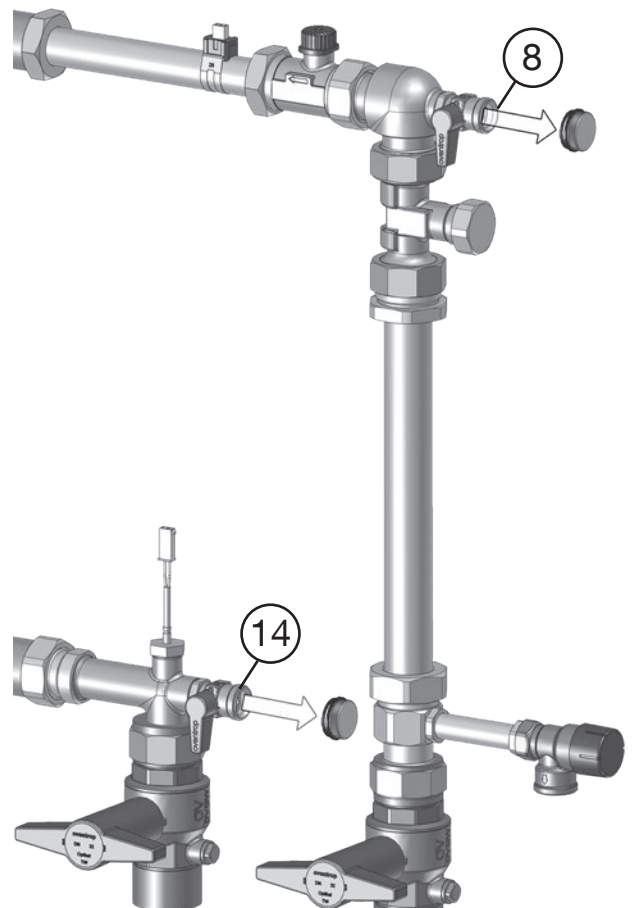
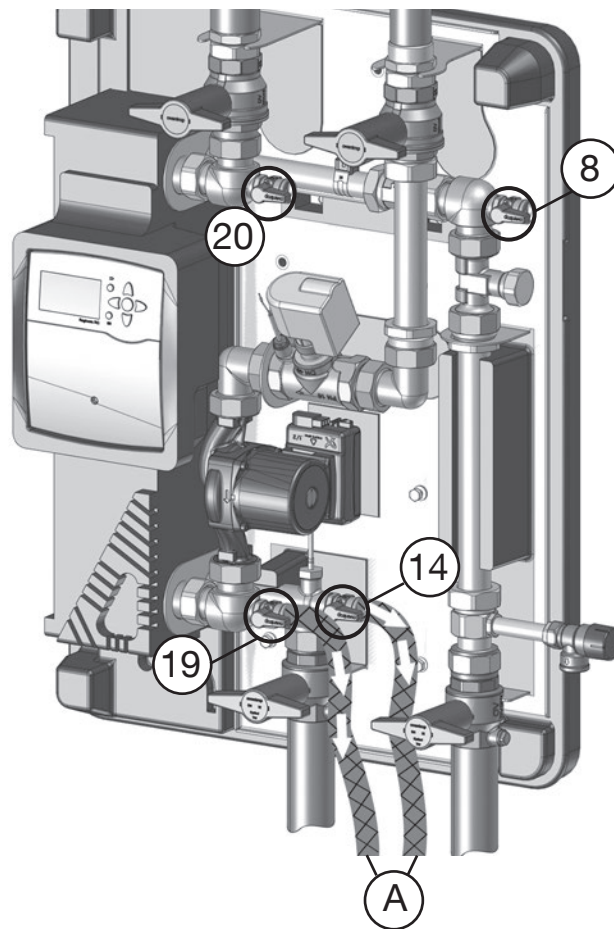

Fig. 5.2: Dévisser les capuchons de fermeture des robinets de vidange et de remplissage à tournant sphérique
Fig. 5.5: Vidanger la tuyauterie et l'  changeur de chaleur
3. Dévisser les capuchons de fermeture des robinets de vidange et de remplissage à tournant sphérique (8 et 14) (Fig. 5.2).
3. D  visser les capuchons de fermeture des robinets de vidange et de remplissage    tournant sph  rique (8, 14, 19, 20, voir aussi Fig. 5.2 en page 31.).
4. Equiper les deux robinets de vidange et de remplissage    tournant sph  rique inf  rieurs (14 et 19) d'un tuyau d'  vacuation (A).
5. Ouvrir les robinets de vidange et de remplissage    tournant sph  rique (8, 14, 19 et 20) pour vidanger la tuyauterie et l'  changeur de chaleur (Fig. 5.5).